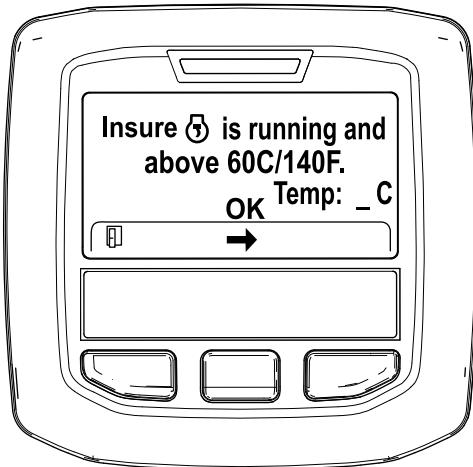

Figure 46
5. Si la température du liquide de refroidissement est inférieure à 60 °C, le message « Insure is running and above 60C/140F » (vérifier que \*\*\* fonctionne et est supérieure à 60 °C/140 °F) s'affiche (Figure 46).